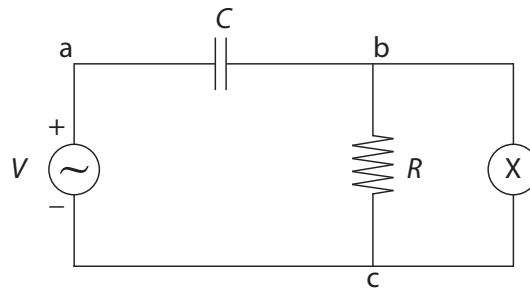

Figura 4.2: Circuito RC.
- e) Invierta la resistencia y el condensador como se muestra en la figura 4.2. Mida la función transferencia del filtro como función de la frecuencia de manera análoga a lo realizado en la parte c).